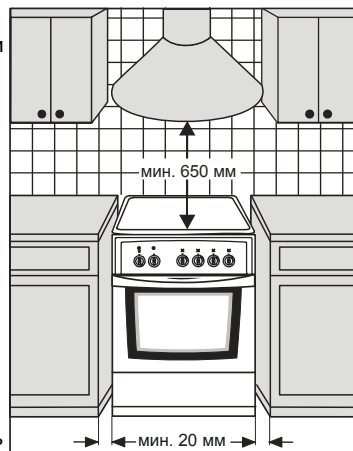

Рисунок 3
- При установке плиты в ряду кухонной мебели необходимо соблюдать минимальное расстояние между боковыми стенками плиты и стенками нижних шкафчиков не менее 20 мм (Рисунок 3).